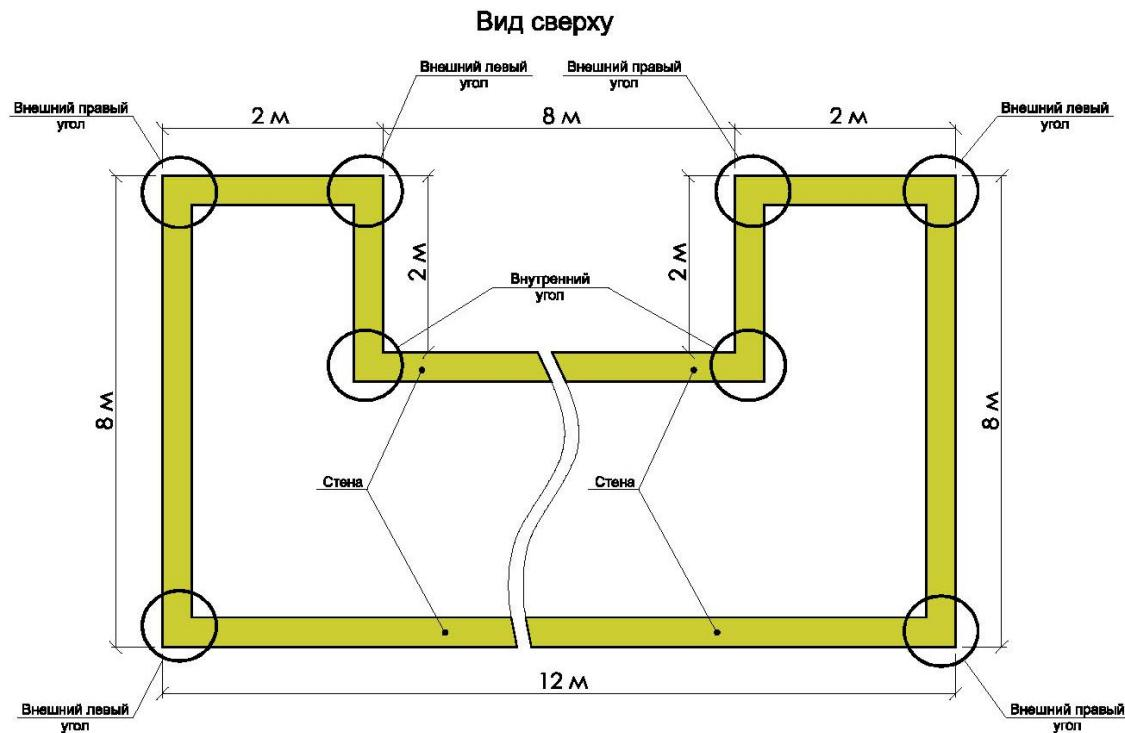

Рис. 1. Периметр дома.
**Исходные данные:** Необходимо подобрать венчающий карниз и расположить его по периметру всего дома. Периметр дома вычерчен на Рис. 1. Периметр дома.
Дом в своем строении имеет 6 внешних углов и 2 внутренних (рис.1. Периметр